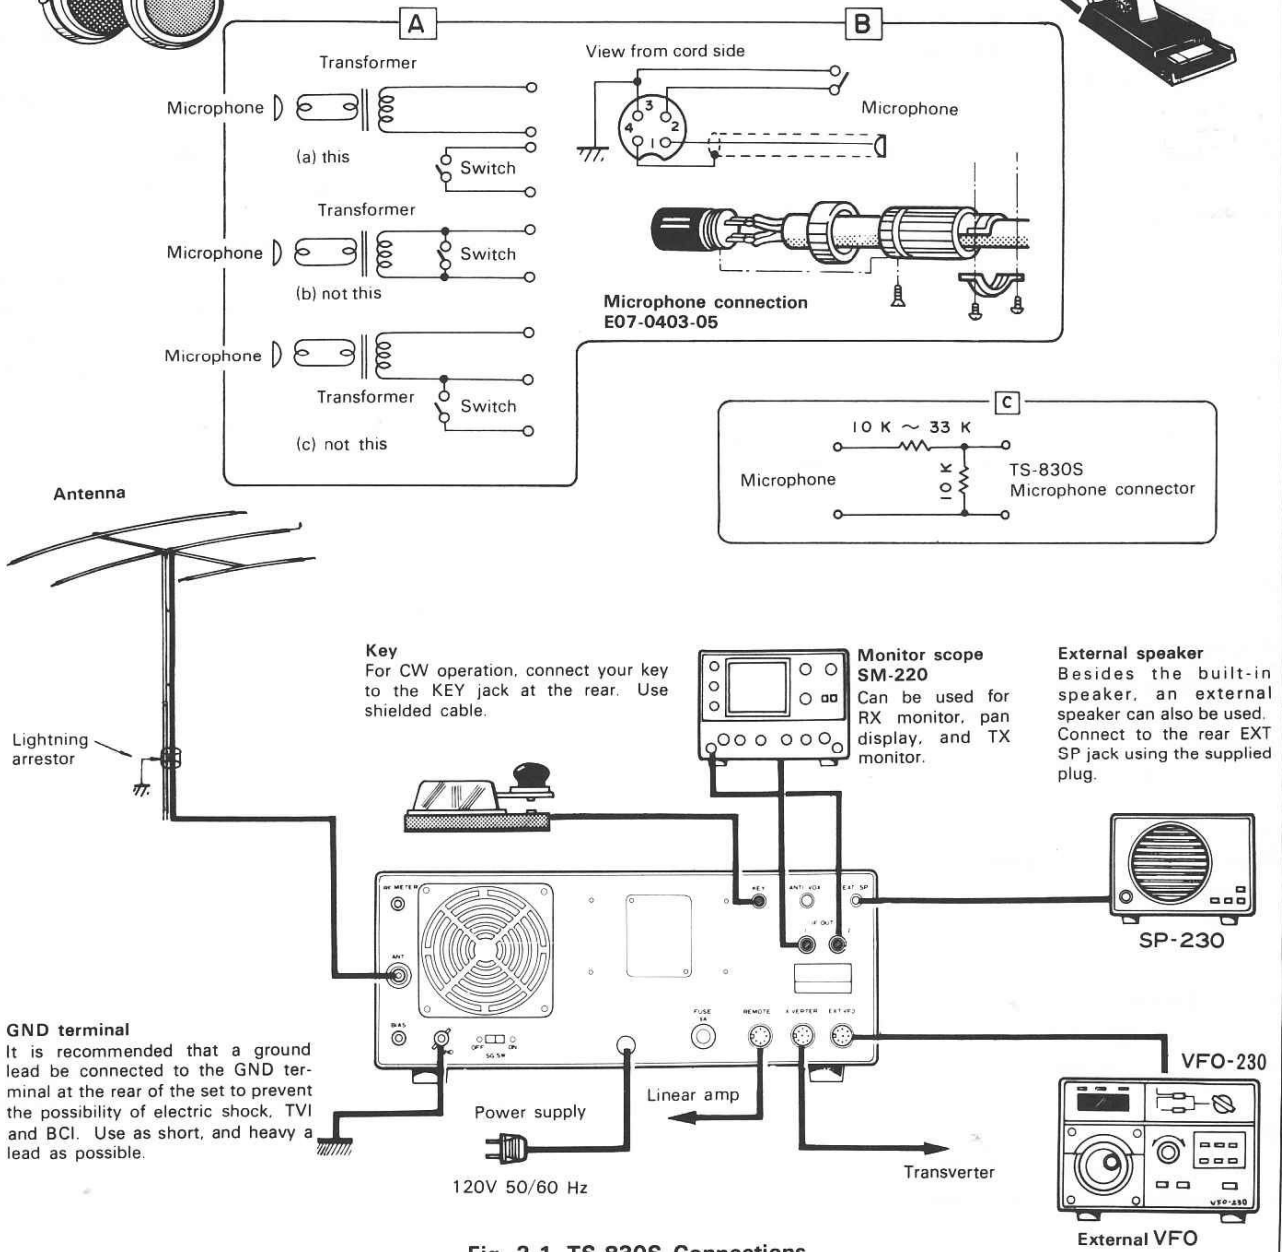

Fig. 2-1 TS-830S Connections
2.3 - COME COLLEGARLO - VEDI FIG. 2-1
COLLEGATE IL CONNETTORE MICROFONICO AD UN MICROFONO ADATTO, COME SI VEDE IN FIG. 2.1. ASSICURATEVI CHE L'INTERRUTTORE DEL PTT SI TROVI SU DI UN CIRCUITO SEPARATO RISPETTO A QUELLO DEL MICROFONO, COME MOSTRA LA FIG. 2.3. DA ESSA SI DOVREBBE VEDERE COME NON SIA POSSIBILE USARE UNA SPINA A TRE PIEDINI CON MASSA COMUNE. L'INGRESSO MICROFONICO E' PROGETTATO PER L'USO DI MICROFONI A 50 KOHM. LA SCELTA DEL MICROFONO E' IMPORTANTE AI FINI DI UNA BUONA QUALITA' DI RIPRODUZIONE DELLA VOCE E POTREBBE DARE SERI INCONVENIENTI.
LA NORMALE SENSIBILITA' DI UN MICROFONO E' COMPRESA FRA -50 DB E -60 DB. SE UN MICROFONO HA SENSIBILITA' MAGGIORE, IL CIRCUITO DI ALC E QUELLO DELLO SPEECH PROCESSOR NON FUNZIONANO COME DOVREBBERO. IN TAL CASO SAREBBE OPPORTUNO INSERIRE UN ATTENUATORE IN SERIE COME MOSTRA LA FIG. 2.1. NORMALMENTE IL COMANDO DEL "MIC GAIN" DOVREBBE ESSERE POSTO IN POSIZIONE 5 OSSIA A META' CORSA. SE DESIDERATE PORTARLO IN POSIZIONE 7/8 USATE UN ATTENUATORE.